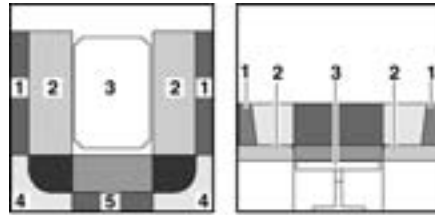

Bild 115 Während des Umbaus
- Die Sitzpolster (Bild 115,2) zur Mitte ziehen.
- Die Rückenpolster (Bild 115,1) zwischen die Sitzpolster und die Außenwand legen.
- Die Rückenpolster (Bild 115,4 und 5) abnehmen und beiseite legen.